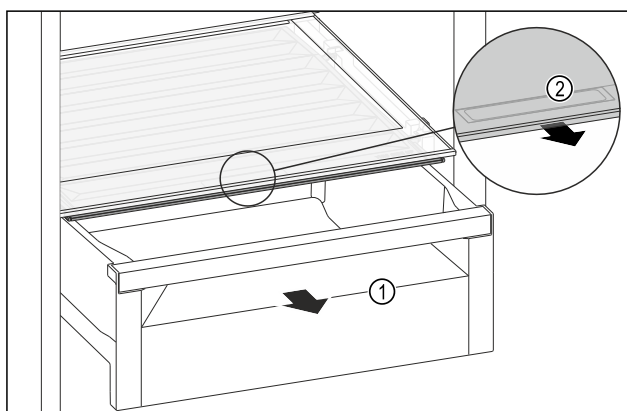

Fig. 193
- ▶ Izvucite ladicu Fig. 193 (1).
- ▶ Primite ručku Fig. 193 (2) na poklopcu pretinca i istodobno povucite poklopac pretinca prema naprijed.